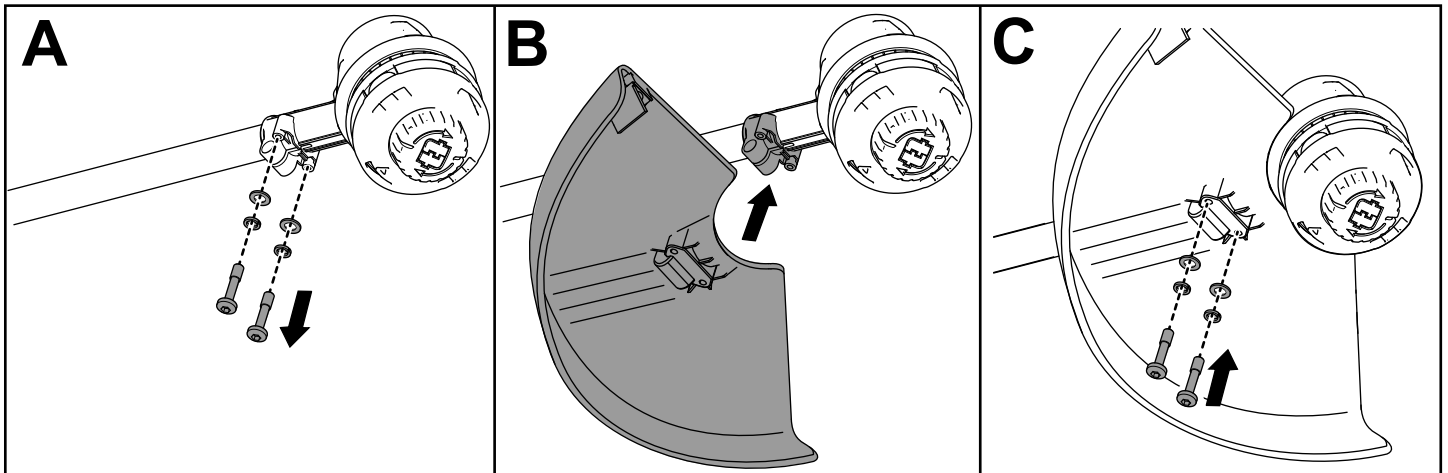

Figure 3
1. À l'aide de la clé Allen fournie, retirez les 2 vis à tête creuse, les 2 rondelles et les 2 entretoises de la base de la débrossailleuse (A de la Figure 3).
2. Placez le déflecteur sur la base de la débrossailleuse (B de la Figure 3).